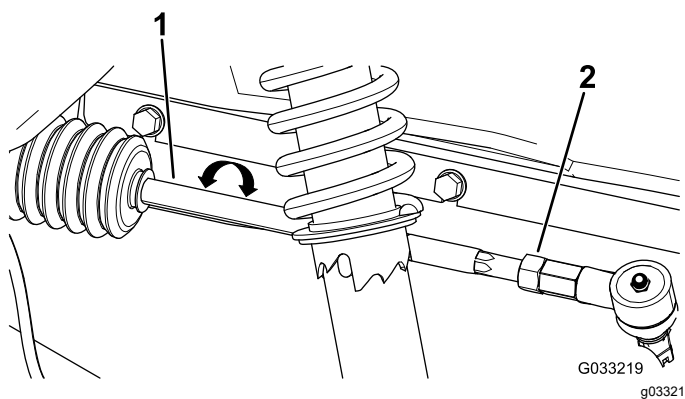

Figura 55
3. Se la misura non rientra nel campo specificato di 0–6 mm, allentate i controdadi all'estremità esterna dei tiranti (Figura 55).